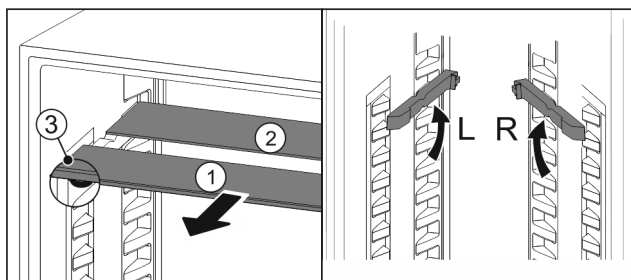

Fig. 29
- Dra ut Fig. 29 (1) glashyllorna framåt en i taget.
- ▷ Glashyllan Fig. 29 (1) med dekorlisten ligger längst fram.
- ▷ Stoppklackarna Fig. 29 (3) är vända nedåt.